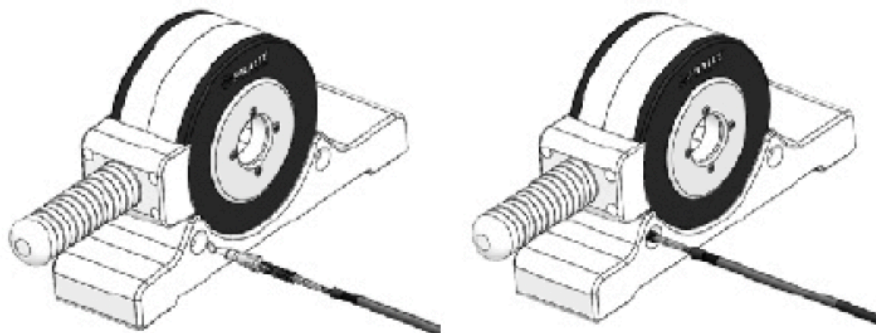

Figura 24: Ilustración de la prueba de diámetro ajustado, indicando la ubicación del orificio en la base de el ajustador.
H.10. Realizar la prueba del diámetro ajustado, insertando el balón de inflado con la prótesis ajustada en el pequeño orificio situado en la base del ajustador, y verificando si la prótesis ajustada puede cruzarlo o no, como se muestra en la Figura 24.